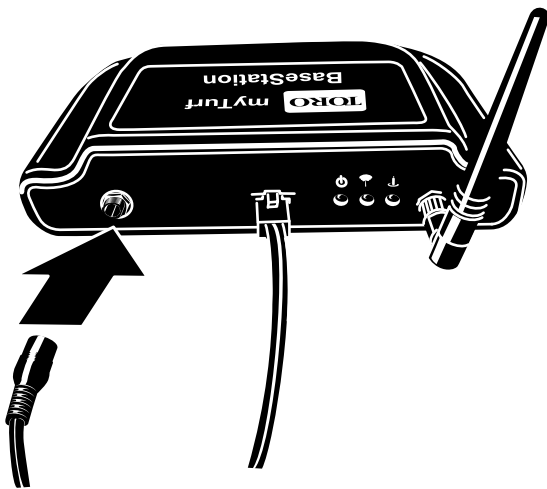

Bild 9
1. Stecken Sie das Netzkabel in die Basisstation (Bild 9).